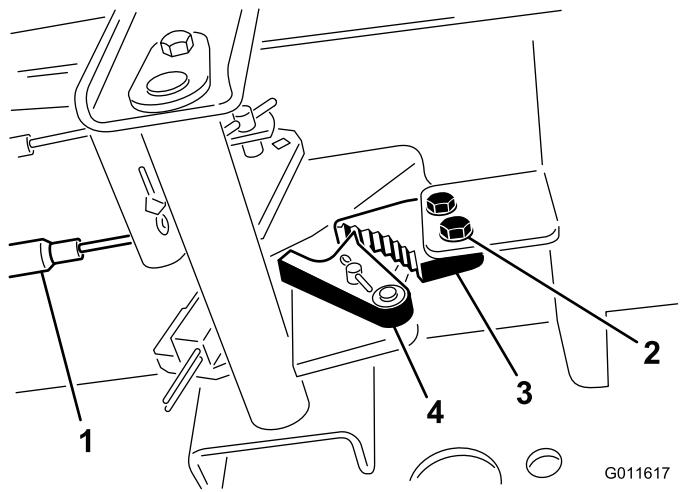

图66
1. 松开将驻车刹车闸固定到机架的 2 个螺钉（图66）。
2. 向前踩驻车刹车踏板，直到刹车卡槽完全接合刹车闸（图66）。